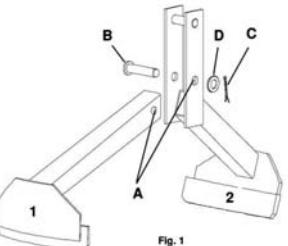

Fig. 1
2.1. La pinza alzabidones se envía desmontada, por lo que es necesario montar las dos partes (1 y 2), haciendo coincidir los orificios (A). Inserte a continuación el eje (B), coloque la arandela (D) e introduzca el pasador (C) en el orificio del eje, doblándolo para impedir que se salga el eje. La pieza(1) debe pivotar libremente (fig.1).